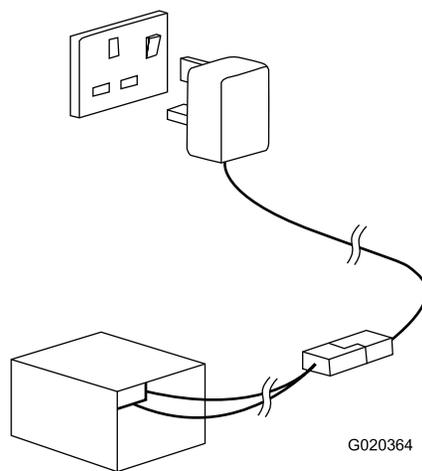

Figure 32
2. Branchez le chargeur à une prise murale (Figure 32).